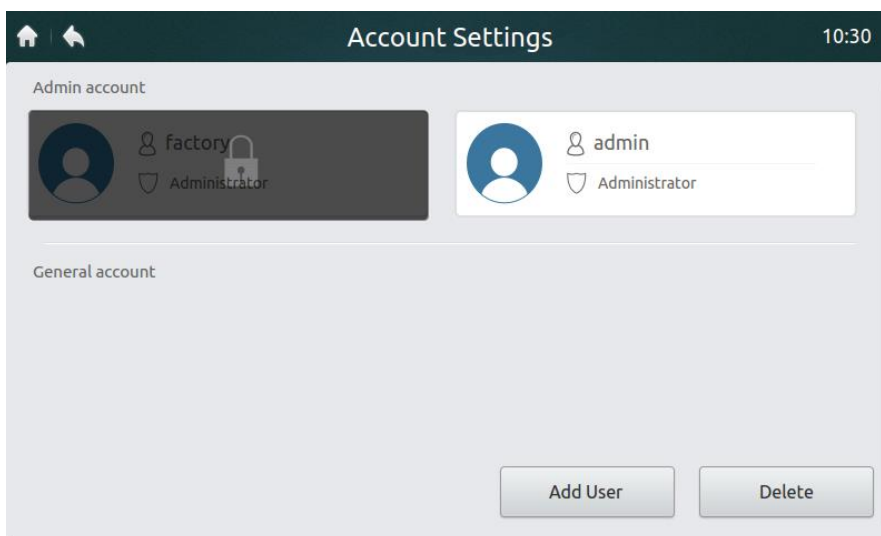

Рисунок 47 Домашняя страница настройки учетных записей
2. Нажмите «**Настройки учетной записи**», как показано на рисунке 41, чтобы войти в интерфейс, как показано на рис. 47.